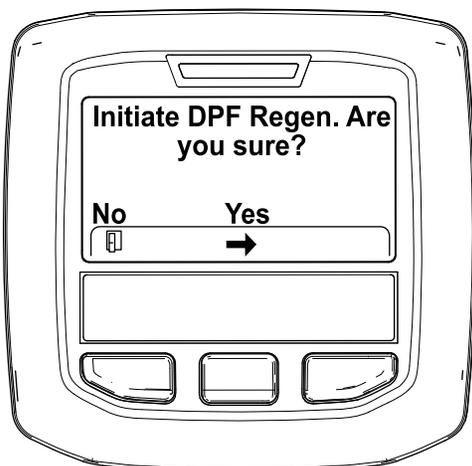

Рисунок 50
4. Когда появится сообщение "Initiate DPF Regen. Are you sure?" («Начать регенерацию DPF. Вы уверены?»), нажмите среднюю кнопку (Рисунок 50).